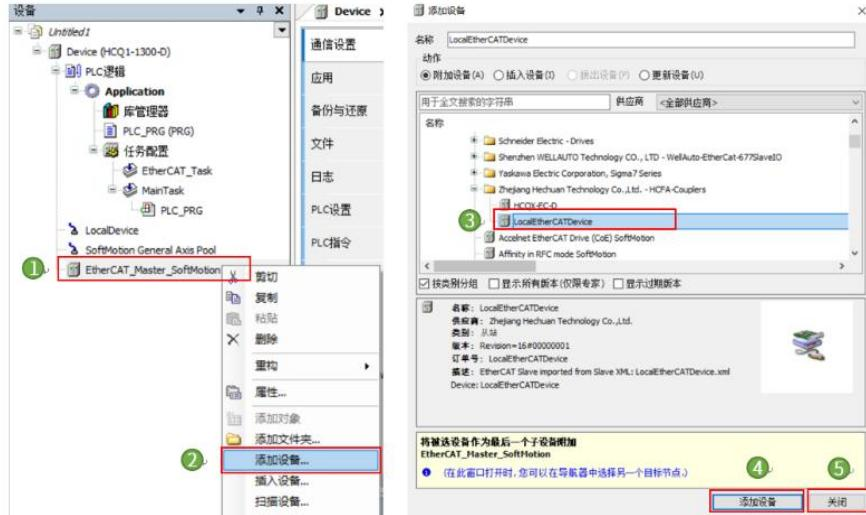

图13-8 添加LocalEtherCATDevice
2. 右击上步添加的【EtherCAT_Master_SoftMotion】，选择【添加设备】。在弹出的页面中选择【LocalEtherCATDevice】，点击【添加设备】，添加完成后点击【关闭】，如图13-8所示